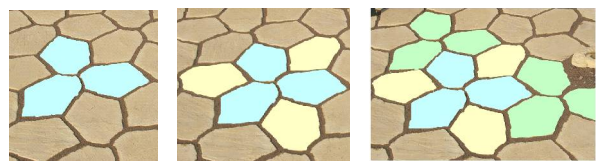

Bild 1 Bild 2 Bild 3
- Verlegen Sie die Platten (ähnlich wie bei der Dickbettverlegung) einzeln. Legen Sie die ersten drei Platten wie in Bild 1 mit den stumpfen Enden zusammen. **Fugenbreite mind. 10 mm**